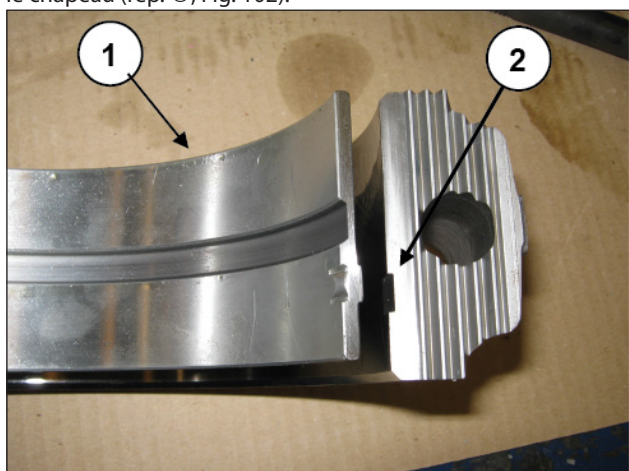

Fig. 102
Assembler les demi-coussinets inférieurs et les chapeaux de bielle (rep. ①, Fig. 102) en s'assurant que la languette de repère des demi-coussinets se trouve dans son logement sur le chapeau (rep. ②, Fig. 102).